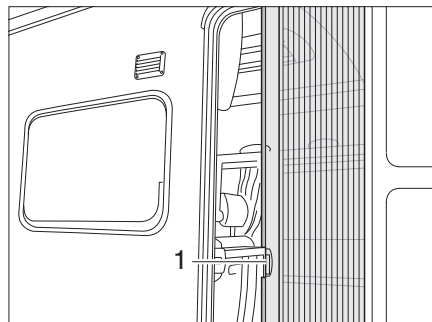

Fig. 46 Protección contra insectos
*Abrir:* ■ Extraer completo la protección contra insectos mediante el tirador (Fig. 46,1).
*Cerrar:* ■ Regresar la protección contra insectos mediante el tirador (Fig. 46,1).